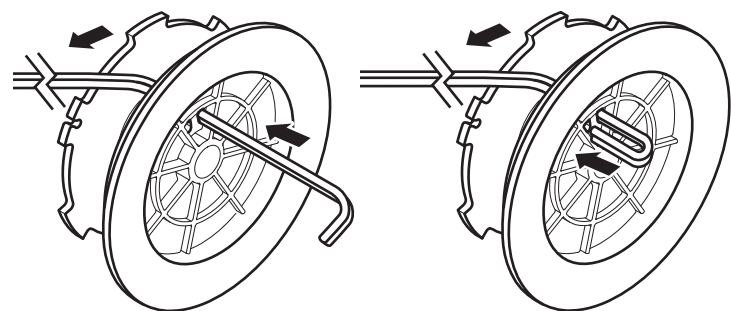

Fig. 31
2. Insérez une extrémité du fil de coupe dans une des deux ouvertures du moulinet intérieur. Tirez le fil de coupe à travers le moulinet jusqu'à ce qu'il ne reste qu'environ 10 cm (4 po) (Fig. 31).
3. Insérez l'extrémité de la section de 10 cm (4 po) dans l'ouverture du moulinet intérieur et tirez le fil pour que la boucle soit la plus petite possible (Fig. 31).